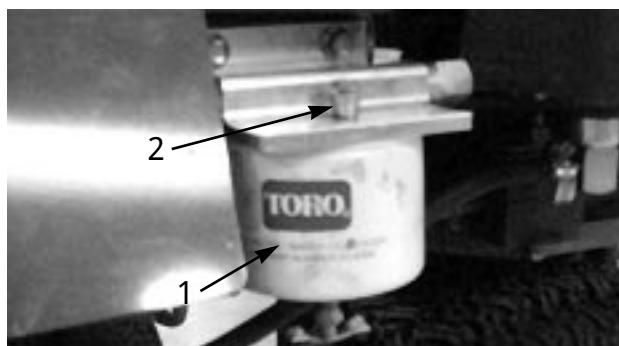

図35
2. 燃料フィルタ/水セパレータについているエア抜きネジをゆるめる(図35)